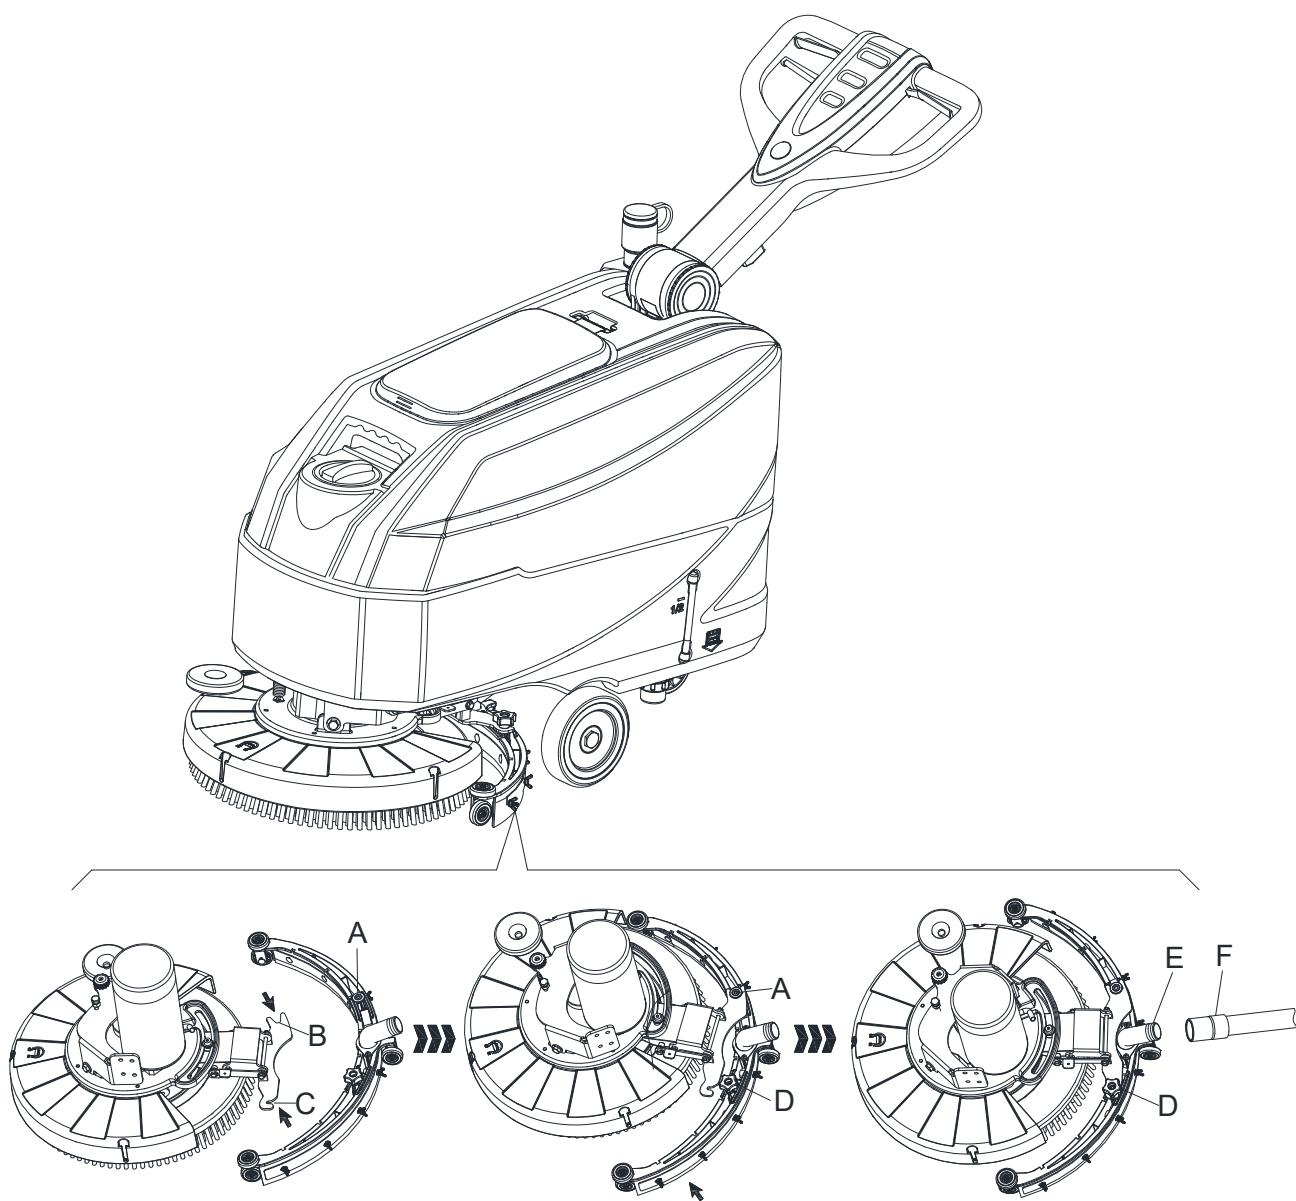

Рис. 6
5. Зафиксируйте штифт А в отверстии В, затем зафиксируйте другой винт С в отверстии D, закрепите кнопку скребка и подключите сливной шланг бака грязной воды F к разъему E (Рис. 6).